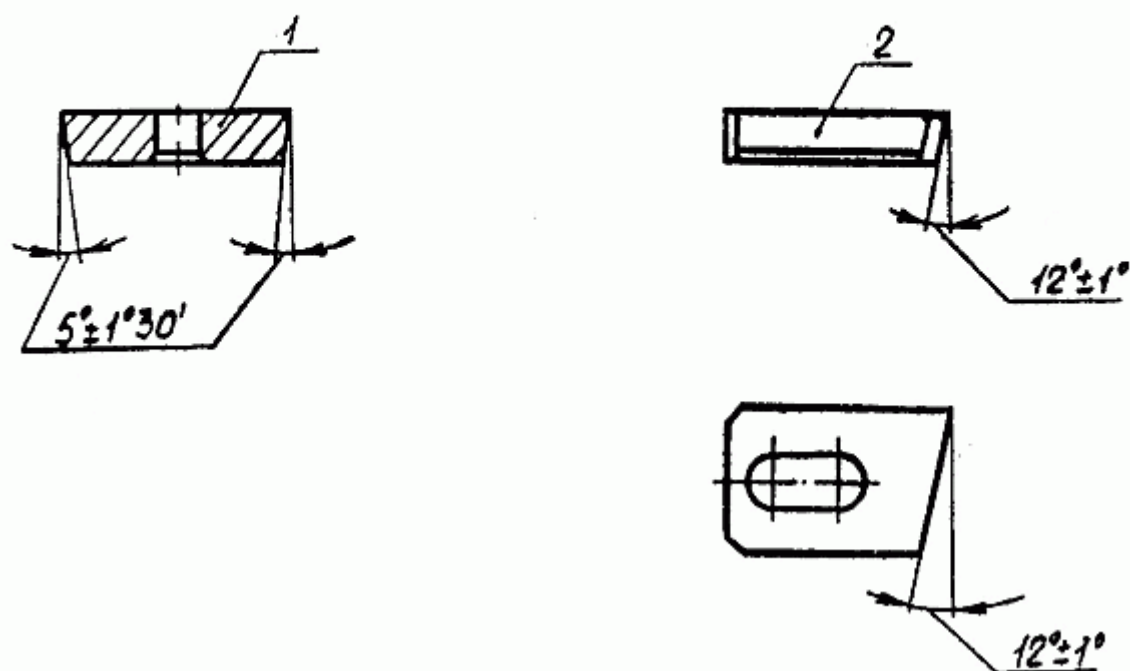

Рис. 4. Заточка ножей: 1 — нож нижний; 2 — нож верхний.
6.5. Переточку ножей производить согласно рис. 4.